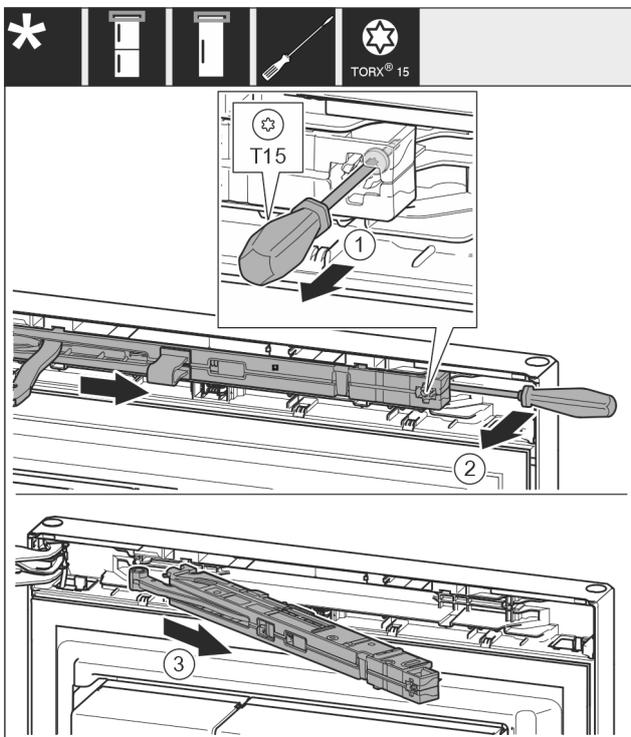

Fig. 12
- ▶ Ослабьте винт Fig. 12 (1) на узле амортизатора закрытия двери с помощью отвертки на 14 мм.
- ▶ При помощи отвертки отведите узел амортизатора закрытия двери Fig. 12 (2) со стороны ручки вперед.
- ▶ Извлеките узел амортизатора закрытия двери Fig. 12 (3).